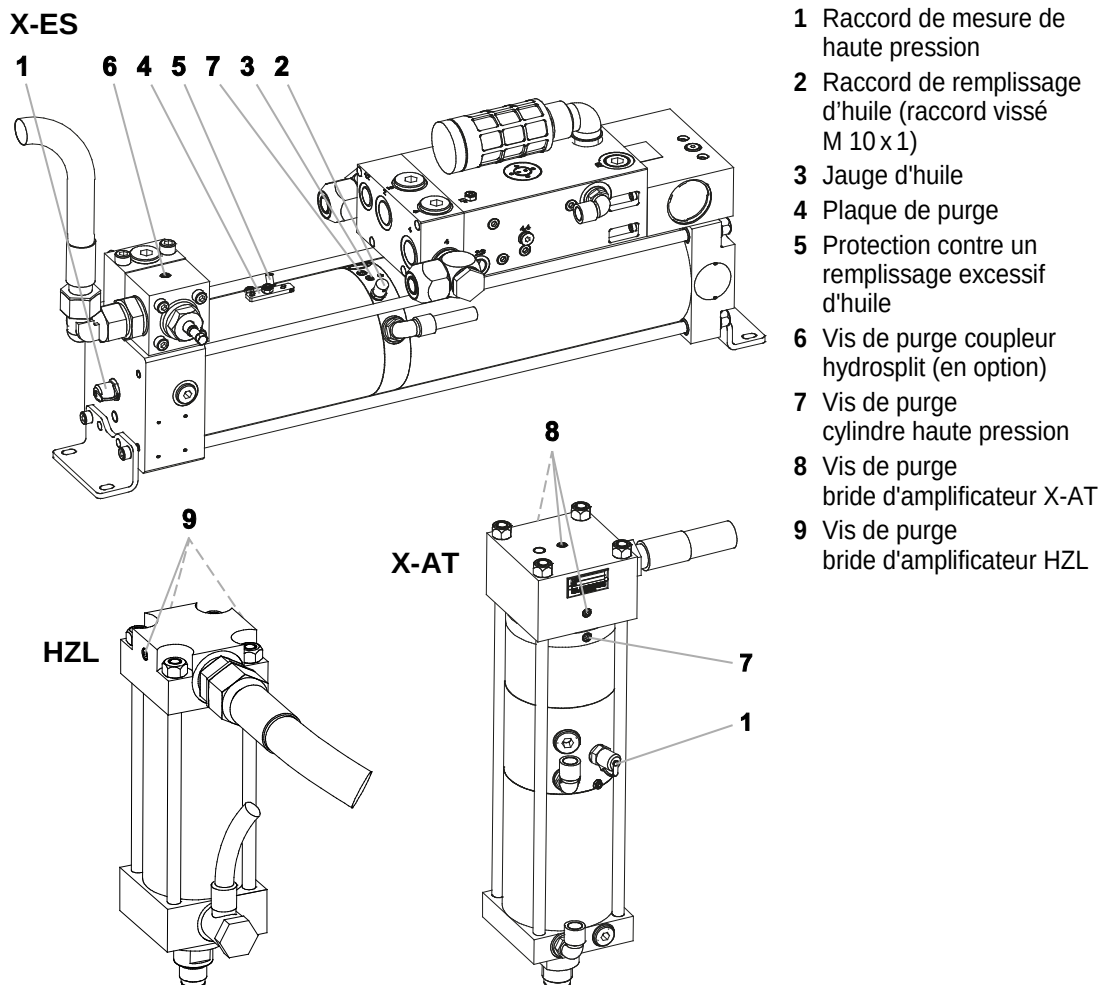

Fig. 26 Faire l'appoint en huile HZL / X-AT / X-ES
- 1 Démontez la plaque de purge (Fig. 26/4) avec le fil d'arrêt et le capuchon moleté du raccord de remplissage d'huile (Fig. 26/2). L'orifice de purge ($\varnothing$ 0,6 mm) apparaît alors sous la plaque de purge.
- 3 Brancher le raccord fileté du conduit de remplissage sur le raccord de remplissage d'huile (Fig. 26/2) en le serrant à la main.
- 13 Lorsque de l'huile ne s'écoule plus de l'orifice de purge, monter en premier la plaque de purge (Fig. 26/4) puis le capuchon moleté du raccord de remplissage d'huile (Fig. 26/2).
- 15 Repousser le témoin de la jauge d'huile (Fig. 26/3).